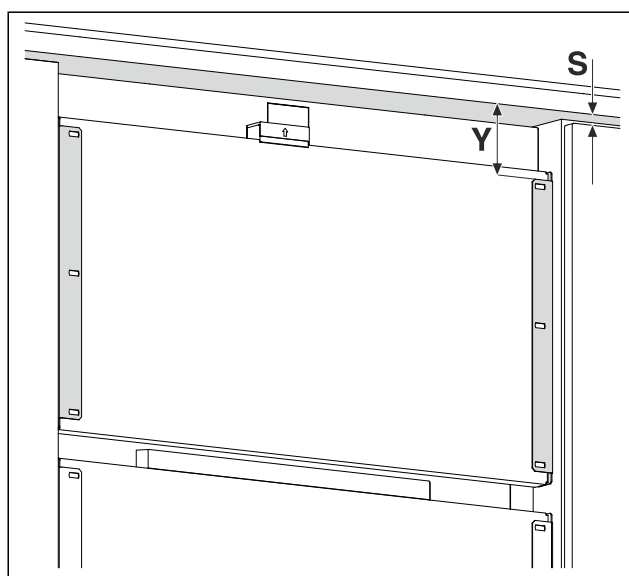

Fig. 34 Ilustrační zobrazení
- Změřte vzdálenost Fig. 34 (Y) od spodní hrany čela nábytku k přídržnému úhelníku.
- Změřte rozměr štěrby Fig. 34 (S) od spodní hrany čela nábytku k horní hraně nábytkových dvířek.